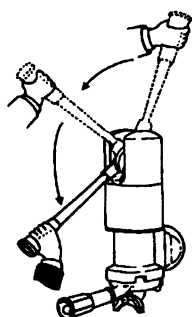

Figura 1
4. Azionare la leva del gruppo (figura 1). Una volta terminato il percorso verso il basso devono apparire le prime gocce di caffè dall'uscita del portafiltri. In questo momento, rilasciare dolcemente la leva perché abbia inizio l'erogazione del caffè. Se se ne desidera una maggiore quantità azionare di nuovo la leva.